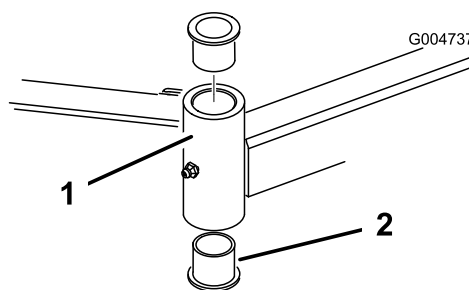

Figura 85
4. Introduza um punção para cavilhas na zona superior ou inferior do tubo de montagem e retire o casquilho para fora do tubo (Figura 85).